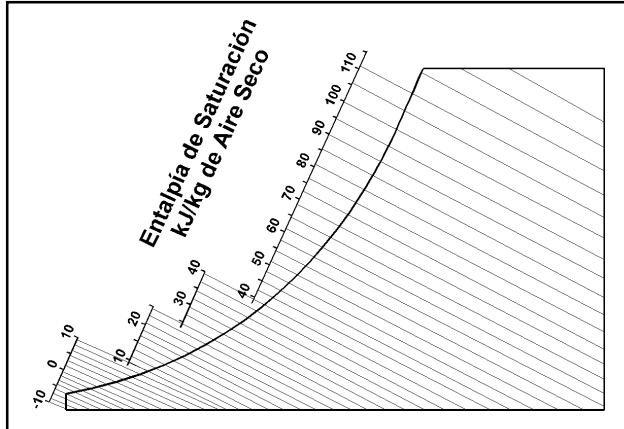

Figura 13.18 - Líneas de entalpía en kJ/kg de aire seco.
**6. Entalpía.-** Las líneas de entalpía constantes en una carta psicrométrica, son las que se muestran en la figura 13.18. Debe notarse que estas líneas, son meramente extensiones de las líneas de bulbo húmedo; puesto que el calor total del aire, depende de la temperatura de bulbo húmedo. La escala del lado izquierdo lejana a la línea curva, da el calor total del aire en kJ/kg (kilojoules por kilogramo) de aire seco, en el sistema internacional o en btu/lb de aire seco, en el sistema inglés. Esta escala aumenta de -6 kJ/kg a la temperatura de -10°C de bulbo húmedo, hasta aproximadamente 115 kJ/kg a 33°C de bulbo húmedo.